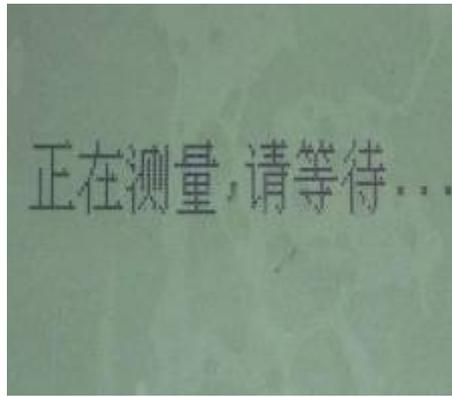

图 12 测量过程中
5、将上述绝缘杆（高压端串联速熔保险）与中性点相保持碰触连接，仪器显示图 12。